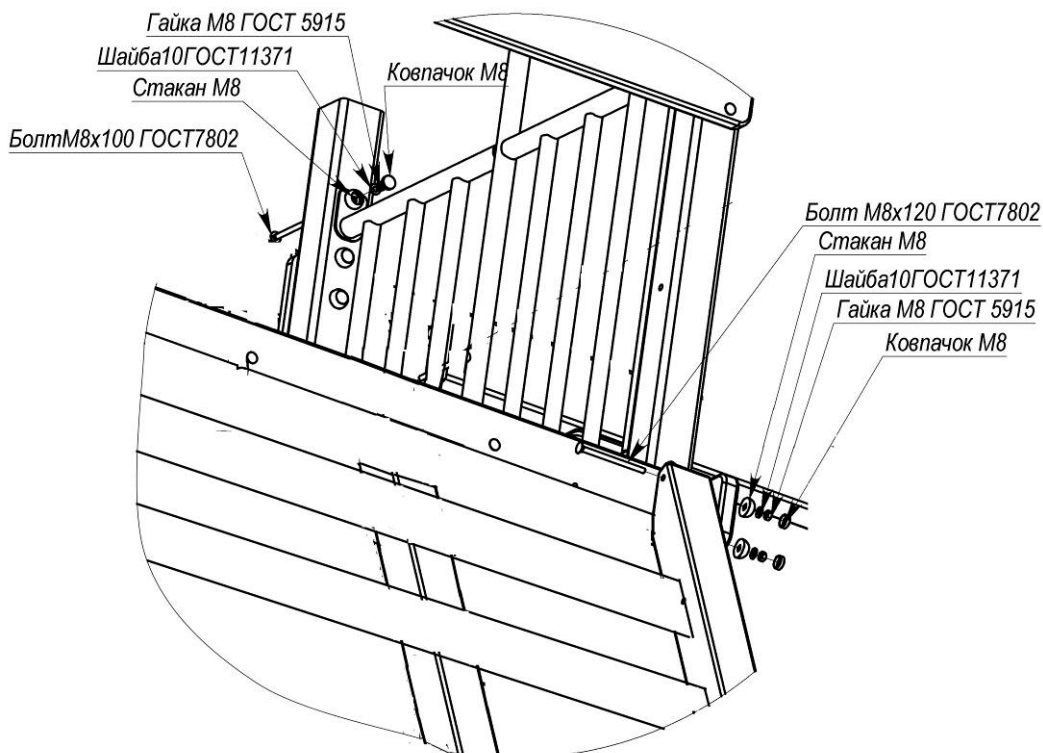
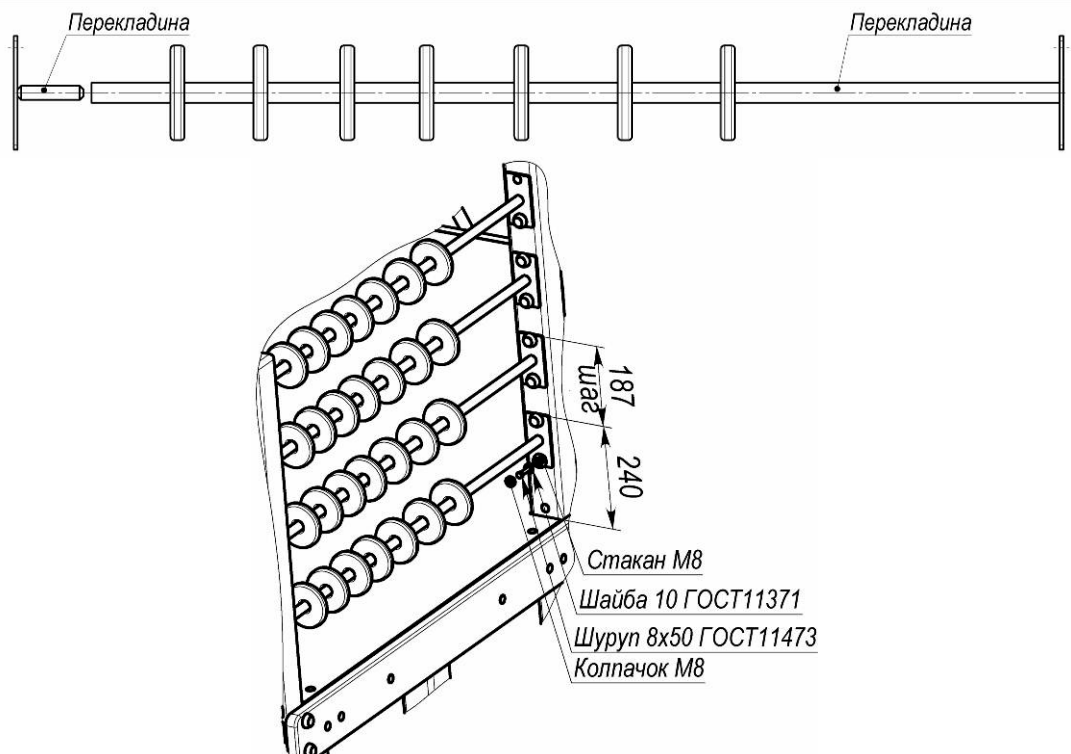

Рисунок 11 «Встановлення перил та підйому»
Рисунок 24 «Закріплення рахівниці»
- 26) Після встановлення спірального спуску на боковій поверхні подвійної вежі розмістити рахівницю, яка складається з різнокольорових фанерних кружечків, розміщених на металевій перекладині (рис.24). Верхню перекладину зі сторони розміщення металевих перил верхнім отвором у фланці кріпити за допомогою болта М8х100 ГОСТ 7802 та інших стандартних виробів, вказаних на рис.11. Всі інші елементи рахівниці – за допомогою шурупів 8х50 ГОСТ 11473. Самі перекладки збираються за рахунок розміщення типу «труба в трубу» з нанизаними елементами рахівниці та послідовного їх закріплення між брусами.
Примітка: у додатку рахівницю(поз.3) вказано вже зібраною. Складові її частини вказано на рис.24.